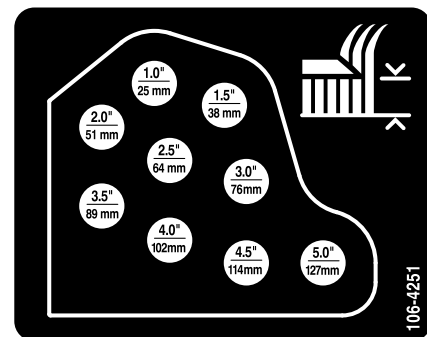

Bild 20
10. Montieren Sie die Schnitthöhenketten im gewünschten Schnitthöhenloch und befestigen Sie sie mit dem Splint und dem Lastösenbolzen (Bild 20).